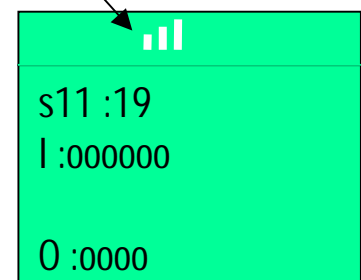

Abb. 2.7
**Hinweis:** Das Programm läuft, wenn am oberen Rand drei senkrechte Balken blinken (Abb. 2.7).